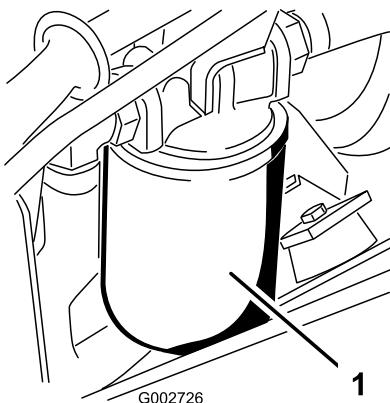

**Figure 41**
2. Desserrez les 2 vis qui fixent le carénage central à la machine et déposez le carénage (Figure 41).